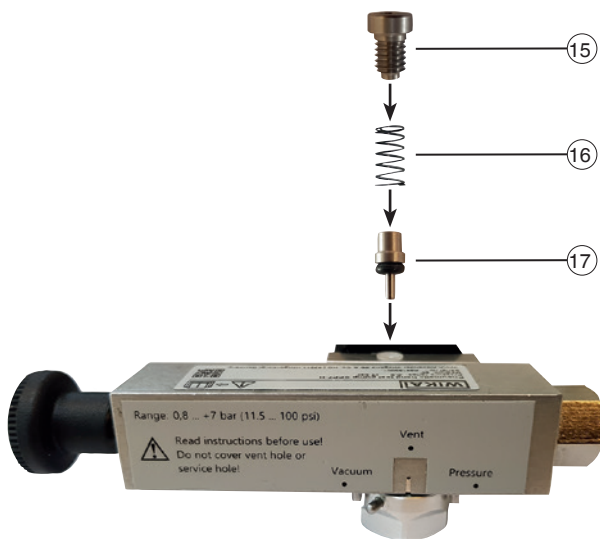

Fig. 1 - Insertion du clapet anti-retour
- ▶ Faites attention à l'ordre correct des composants (voir Fig. 1 "Insertion du clapet anti-retour") !
5. Refermer l'ouverture (18) avec la vis (15).